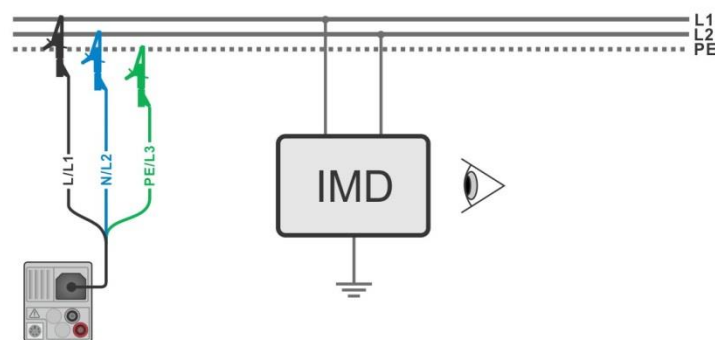

Abbildung 7.72: Anschluss mit 3-Leiter-Messleitung
- › Schließen Sie die Prüfleitungen am Prüfling an, siehe **Abbildung 7.72**.